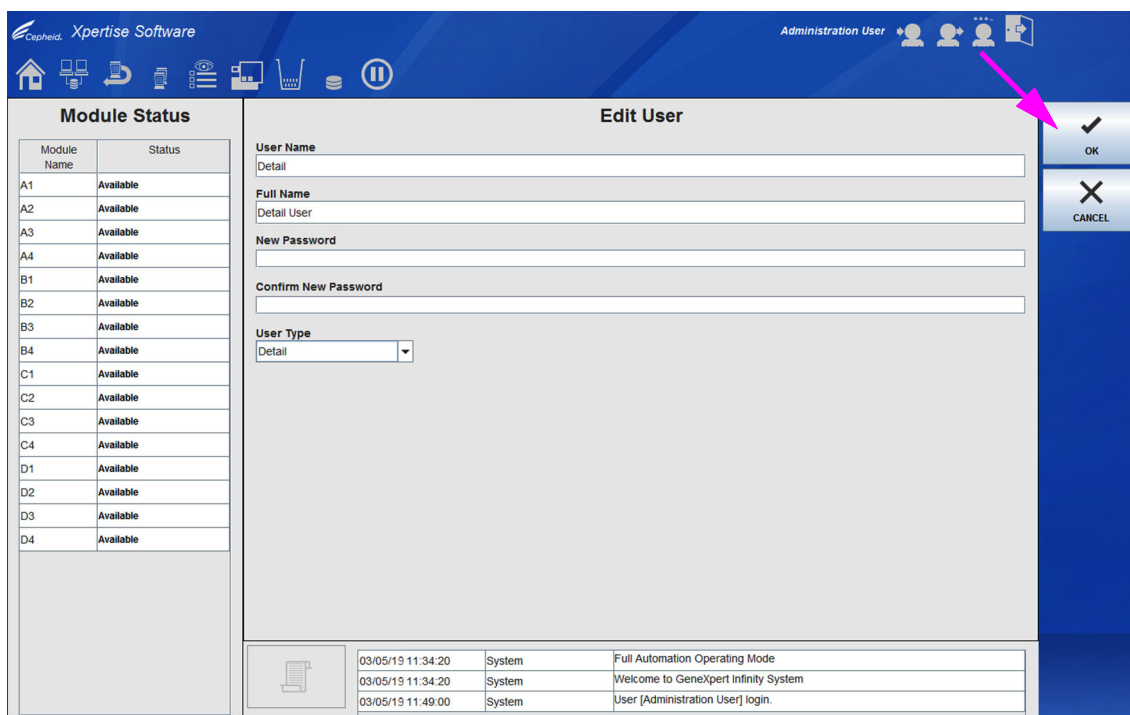

図 2-20. ユーザの編集ワークスペース
3. **編集 (EDIT)** ボタンを選択します。ユーザの編集 (Edit User) ワークスペースが表示されます。図 2-20 を参照。